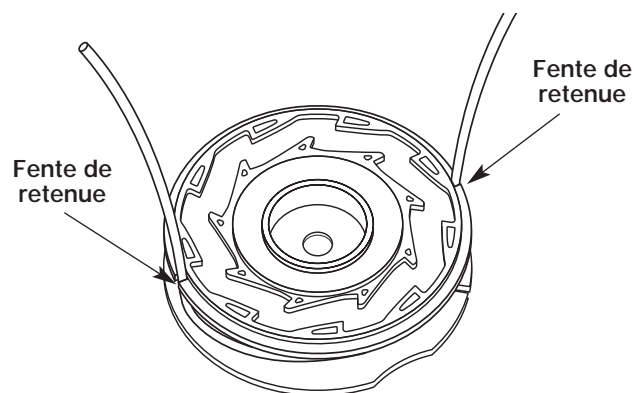

Fig. 16
13. Insérez les extrémités du fil dans les deux fentes de retenue (Fig. 16). Laissez environ 102 mm (4 pouces) de fil au-delà des fentes de retenue.